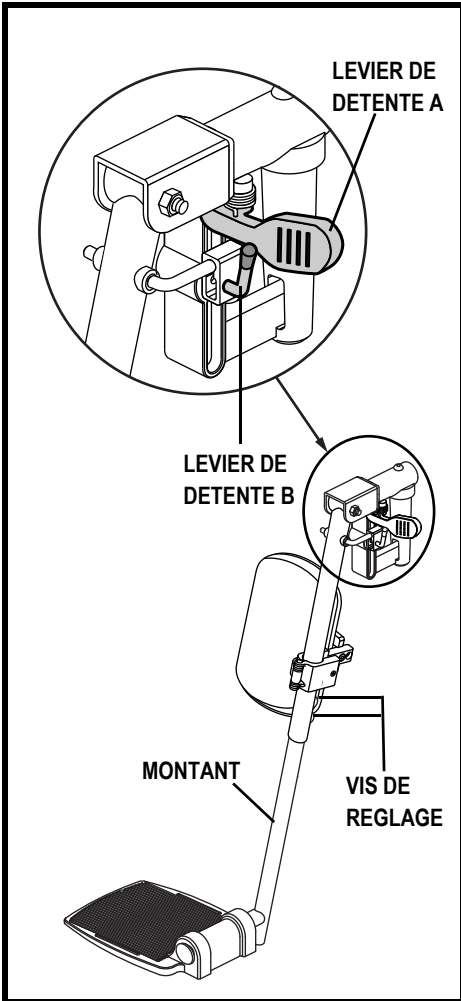
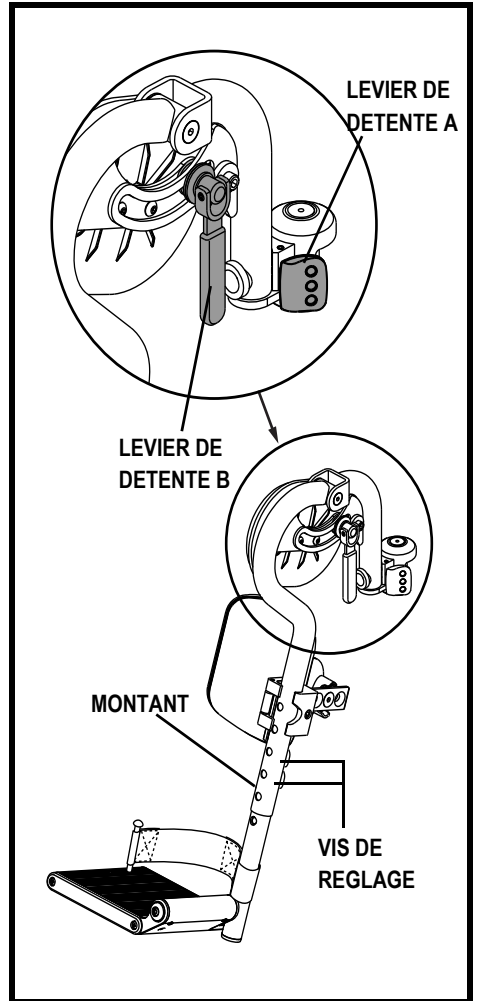

Figure 7. Appui-jambes éleveur standard
Figure 8. Appui-jambes éleveurs, style International # 14
1. Pesez sur le levier de détente B. **Voir la figure 7.**
1. Soulevez le levier de détente B. **Voir la figure 8.**
1. Retirez la vis de réglage sur le côté de la rallonge de l'appui-jambe. **Voir la figure 7 ou figure 8.**